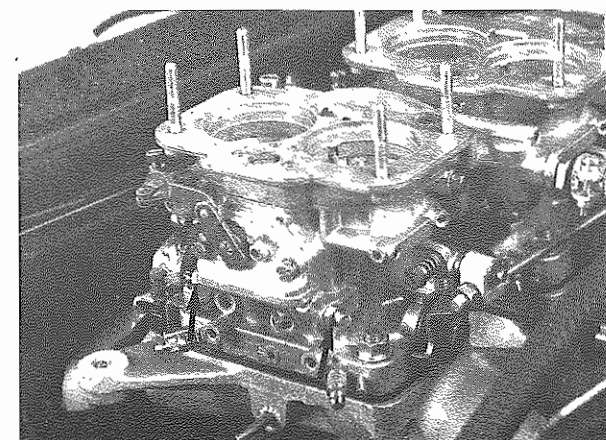

Fig. 14 - Viti aria di compensazione (by-pass)
- 5) Allentare il controdado delle viti di compensazione (by-pass) (**Fig. 14**) n. 5. Serrare completamente le viti e lasciare lento il controdado.
- 5) Loosen counter nut of compensating (bypass) screws (**Fig. 14**) No. 5. Lock completely the screws, let only the counter nut unlocked.